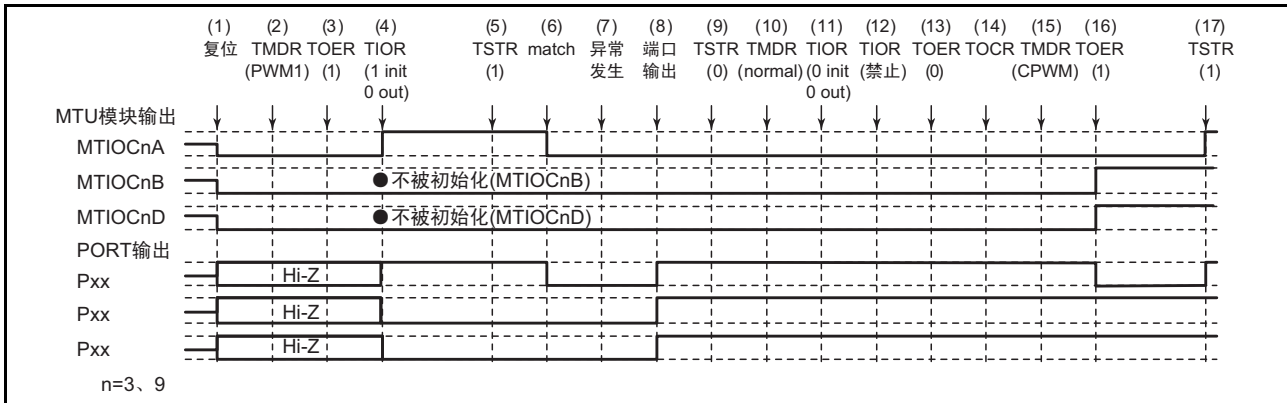

图 18.135 在 PWM 模式 1 中发生异常并且在互补 PWM 模式中恢复的情况
在 PWM 模式 1 中发生异常并且重新设定后在互补 PWM 模式中重新开始时的说明图如图 18.135 所示。
- (1) ~ (13) 和图 18.135 通用。
- (14) 必须通过 TOCR 选择复位同步 PWM 的输出电平以及允许或者禁止周期输出。
- (15) 设定复位同步 PWM。
- (16) 必须通过 TOER 允许通道 3 和通道 4（或者通道 9 和通道 10）的输出。
- (17) 通过 TSTR 重新开始。